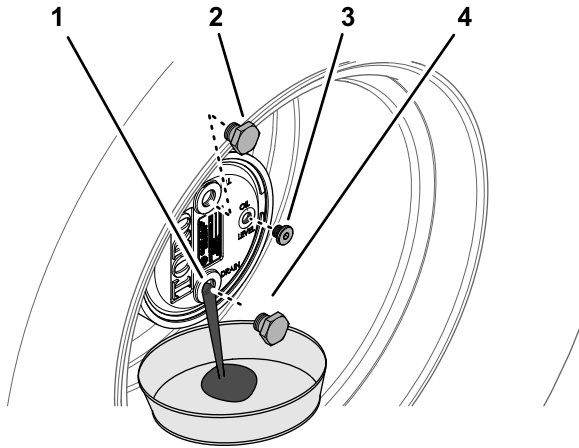

Figura 68
2. Rimuovete il tappo di riempimento nella posizione a ore 12 e il tappo di controllo nella posizione a ore 3 (Figura 68).
3. Mettete una bacinella sotto il mozzo del planetario, togliete il tappo di spurgo nella posizione a ore 6 e lasciate defluire l'olio (Figura 68).
5. Inserite il tappo di spurgo nel foro di spurgo dell'alloggiamento degli ingranaggi planetari (Figura 68).